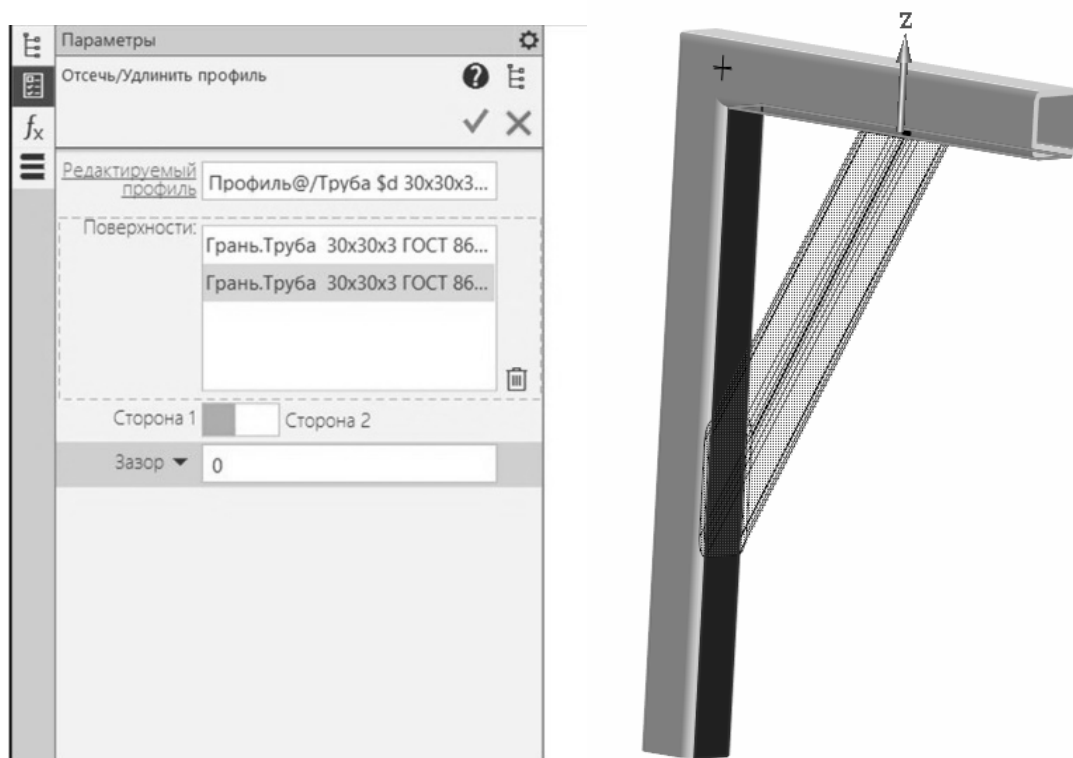

Рис. 11.8. Операция «Усечь/Удлинить профиль»
8. Выполните команду «Усечь/Удлинить профиль» (вкладка **Металлоконструкции**). Укажите редактируемый профиль (усиление) и плоскость, до которой изменяется длина профиля (указано стрелкой на рис. 11.8). Затем аналогично усечь вторую сторону.